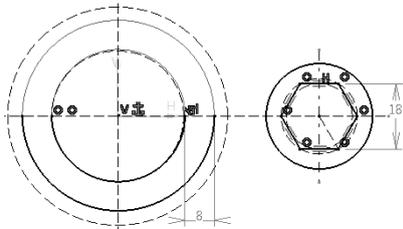

图 5-135
- 单击“偏移”按钮，以圆弧作为参考，创建偏移距离为8mm的新偏移曲线——圆弧，如图5-135所示。